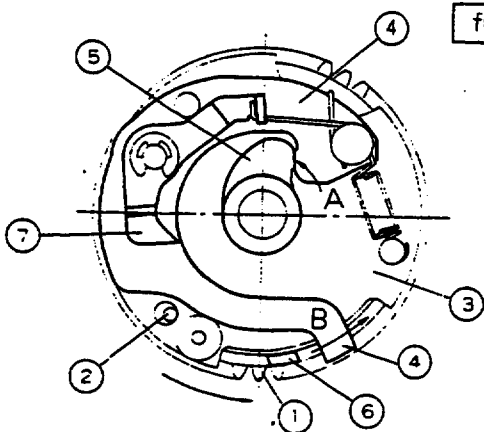

fig. 2
カウンター目盛の各位置に対する送り爪③、カウンターギア④、カウンター sw ⑧、及び巻戻し送り爪⑭の状態は Fig.2、3、4 を参照のこと。
(2) 組立・調整
① コネクター部